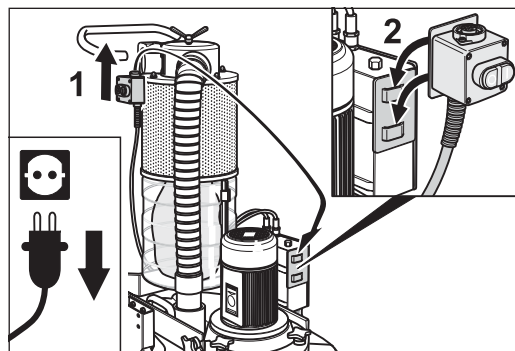

Fig. 19 Colgar el interruptor CO./DESCO. en el soporte para transporte en la caja de distribución.
- 4 Descuelgue el interruptor CO./DESCO. en el bastidor y cuélguelo en el soporte para transporte en la caja de distribución (Fig. 19).